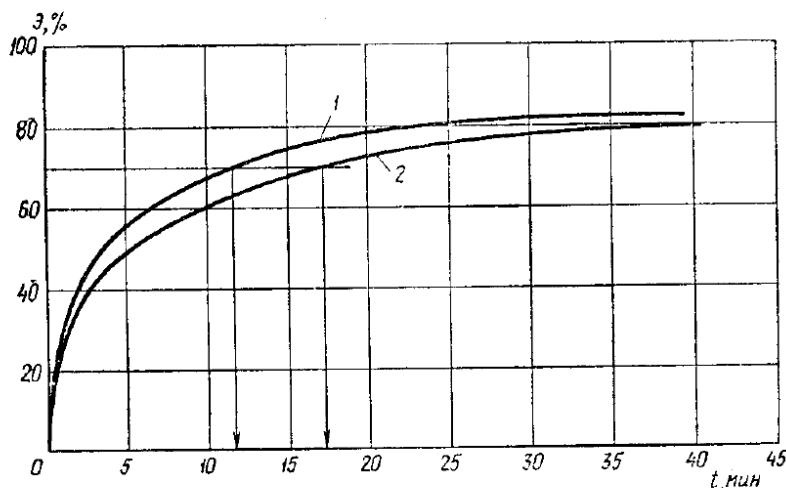

Рис. 1. Кинетика отстаивания сточных вод прокатных производств при исходной концентрации  $C_0 = 200$  мг/л: 1 -  $h = 200$  мм; 2 -  $h = 500$  мм
**Исходные данные:** расход сточных вод  $q$ ; - 850 м3/ч; температура  $T_w$  - 30°C; расход сточных вод постоянен в течение суток. Исходная концентрация тяжелых механических примесей - 200 мг/л; нефтепродуктов - 50-60 мг/л; плотность тяжелых загрязнений - 5 г/см3; нефтепродуктов - 0,8 г/см3; кинетики отстаивания механических примесей тяжелее воды расчетной концентрации в различных слоях воды показаны на рис. 1.
На рис. 1 приведена технологическая схема действующих очистных сооружений пос. Н. Как видно из схемы, часть воды после песколовки поступает на осветлители, а часть - в осветлители-перегниватели, куда перекачивается и осадок из вторичных отстойников. Следует отметить, что в данном и последующих примерах в технологических схемах не показаны решетки, которые устанавливаются в здании насосной станции перед подачей сточных вод в приемную камеру очистных сооружений.
Рис. 1. Технологическая схема биофильтрации в пос. Н: 1 – приемная камера; 2 – горизонтальные песколовки диаметром 6 м с круговым движением воды; 3 – осветлители диаметром 9 м; 4 – осветлители-перегниватели диаметром 15 м; 5 – аэрофильтры диаметром 18 м; 6 – вторичные отстойники диаметром 9 м; 7 – смеситель; 8 – контактные резервуары; 9 – хлораторная; 10 – иловые площадки; 11 – песковые бункеры и площадки